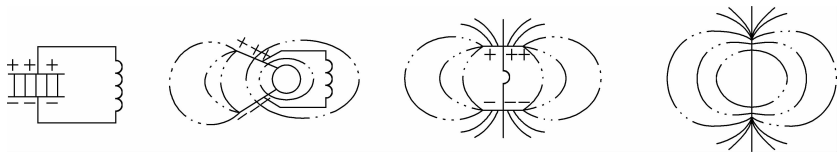

图 3-4 开放电路发射
① 要有足够高的振荡频率。理论研究表明,振荡电路向外辐射能量的本领,即单位时间内辐射出去的能量,与频率的 4 次方成正比,频率越高,发射电磁波的本领越大。
② 振荡电路的电场和磁场必须分散到尽可能大的空间,才能有效地把电磁场的能量传播出去。无线电波是由开放电路发射出去的,如图 3-4 所示。